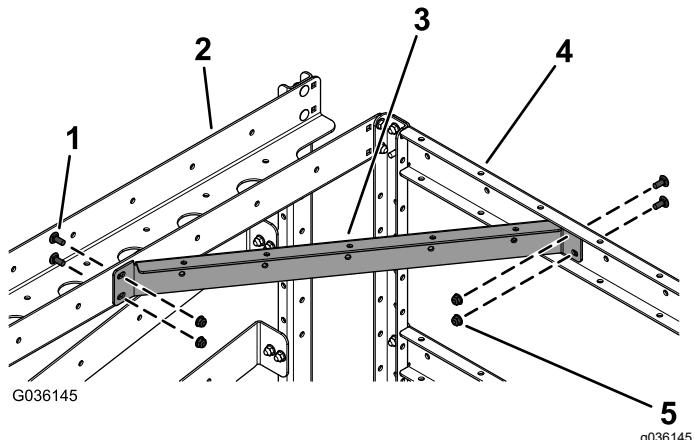

图 8
7. 如图 8 所示用 4 个托架螺栓 5/16 x 3/4 英寸和 4 个凸缘螺母 5/16 英寸将交叉支撑支架安装到前支撑支架每侧有 2 个孔和管道托架上。